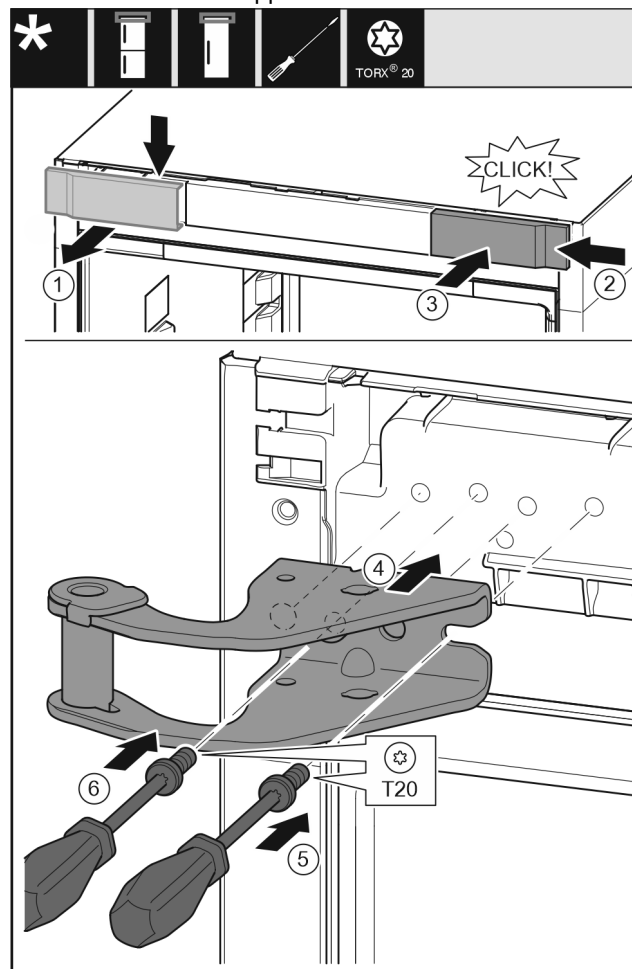

Fig. 10
- ▶ Rimuovere la copertura dall'alto in avanti. Fig. 10 (1)
- ▶ Ruotare la copertura di 180° e agganciarla sull'altro lato da destra. Fig. 10 (2)
- ▶ Innestare la copertura. Fig. 10 (3)
- ▶ Applicare il blocco di supporto superiore. Fig. 10 (4)
- ▶ Applicare la vite con il cacciavite T20 e serrare. Fig. 10 (5)
- ▶ Applicare la vite con il cacciavite T20 e serrare. Fig. 10 (6)